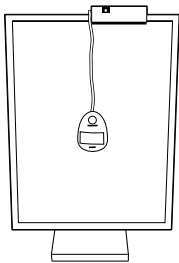

Figure 5
8. Cliquez sur « Calibration for MD-N2M5B (Retractable) » (Étalonnage du MD-N2M5B (télescopique)). La mise en corrélation du capteur télescopique MD-N2M5B avec le capteur de référence débute. A l'invite, placez le capteur de référence à l'emplacement indiqué sur l'écran (Figures 5 et 6) Cliquez sur « OK ».